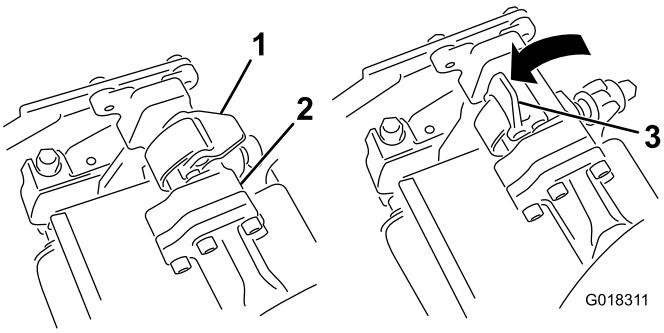
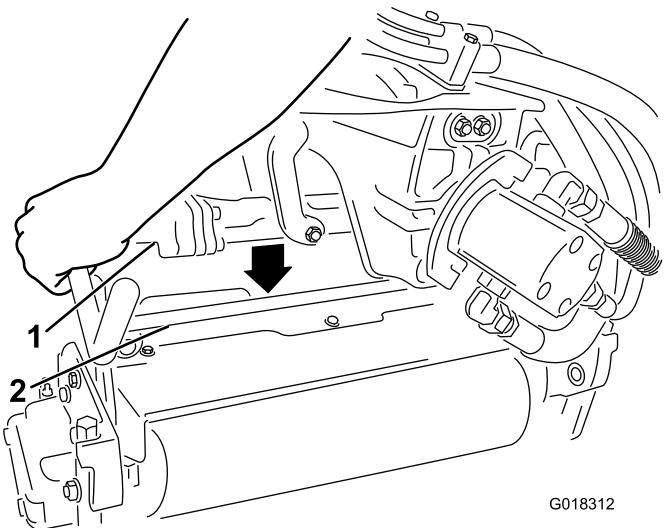

Bild 2
Bild 3
3. Schließen Sie die Verriegelungen, um den Rasenlüfter zu verriegeln (Bild 2).
2. Die Riegel an der Aufhängearmstange müssen geöffnet sein (Bild 2); drücken Sie den Aufhängearm dann so nach unten, dass er über die Stange oben am Rasenlüfter passt (Bild 3).